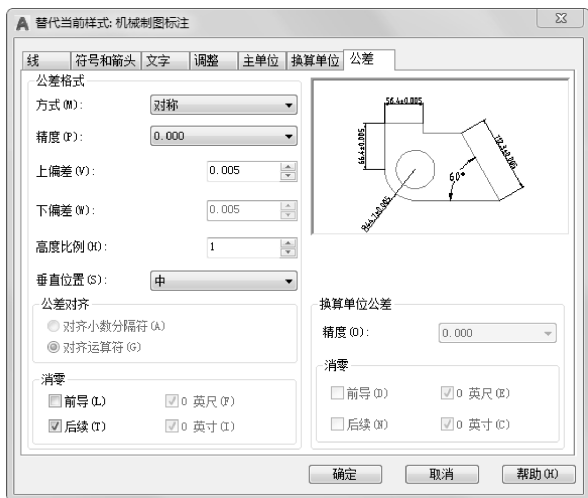

图 14-17 “公差”选项卡
(6) 再次替代标注样式。单击“默认”选项卡“注释”面板中的“标注样式”按钮，弹出“标注样式管理器”对话框，选择“机械制图标注”样式，单击“替代”按钮，弹出“替代当前样式：机械制图标注”对话框，在“公差”选项卡的“公差格式”选项组中进行如图 14-17 所示的设置，单击“确定”按钮退出对话框。